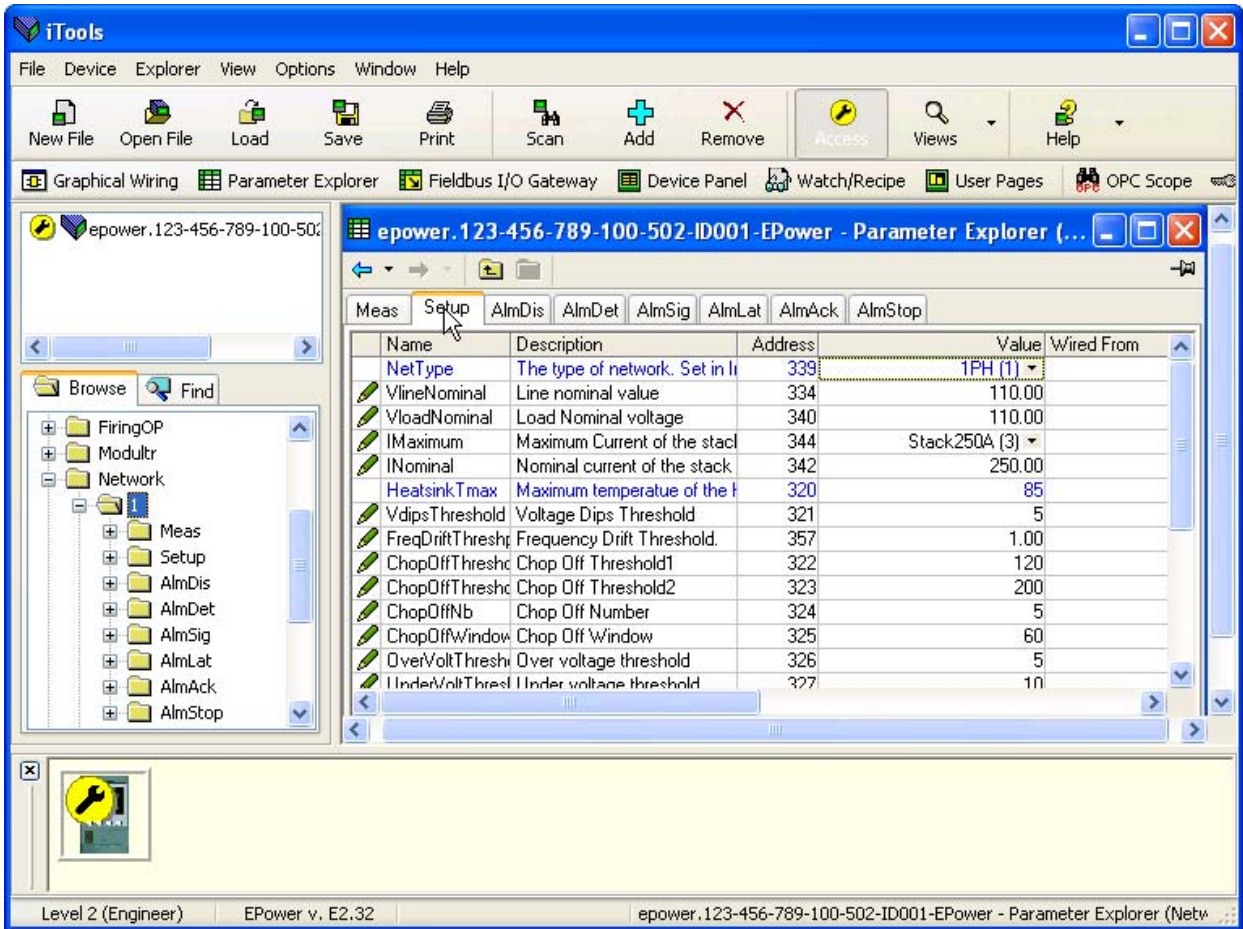
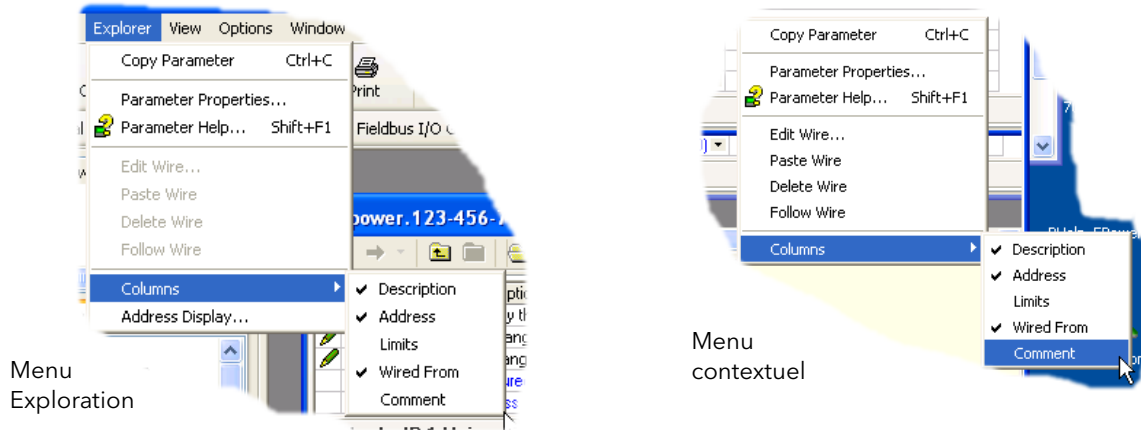

Figure 7.4a Exemple de tableau de paramètres
Figure 7.4b Colonnes activer/désactiver
Dans chaque cas, les paramètres du bloc fonction apparaissent dans la fenêtre iTools sous forme de tableaux, comme dans l'exemple de la figure 7.4a ci-dessous.
La figure ci-dessus montre la disposition par défaut du tableau. Vous pouvez ajouter/supprimer des colonnes de l'affichage à l'aide de l'élément « Colonnes » des menus Exploration ou contextuel (figure 7.4b).
1. Les paramètres en bleu ne sont pas modifiables (lecture seule). Dans l'exemple ci-dessus, tous les paramètres sont en lecture seule. Les paramètres en lecture/écriture sont en noir et comportent un symbole représentant un « crayon » dans la colonne « Accès lecture/écriture » sur le bord gauche du tableau. La figure 7.4a ci-dessus montre un certain nombre de ces éléments.
2. Colonnes. La fenêtre d'exploration par défaut (figure 7.4a) contient les colonnes « Nom », « Description », « Adresse », « Valeur » et « Connexion de ». Comme le montre la figure 7.4b, les colonnes à afficher peuvent être sélectionnées, dans une certaine mesure, à l'aide du menu « Exploration » ou du menu contextuel. Les « Limites » sont activées dans l'exemple ci-dessus.
3. Paramètres masqués. Par défaut, iTools masque les paramètres qui sont considérés comme n'étant pas significatifs dans le contexte actuel. Ces paramètres masqués peuvent être affichés dans le tableau à l'aide de l'élément « Disponibilité des paramètres » dans le menu Options (figure 7.4b). Ces éléments sont affichés sur une trame de fond.
Permet d'activer/désactiver un certain nombre de colonnes du tableau de paramètres (figure 7.4b).